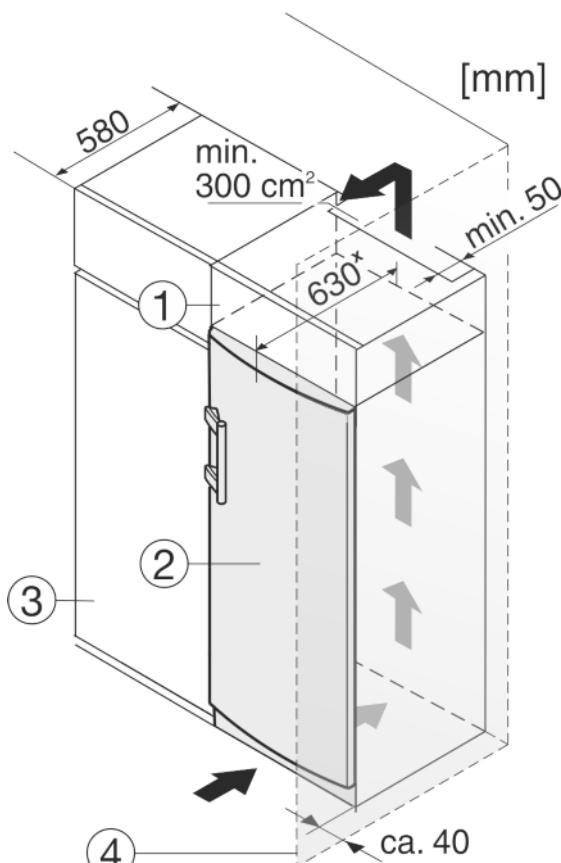

Fig. 12
(1) Дополнительный шкафчик
(2) Устройство
(3) Кухонный шкаф
(4) Стенка
Устройство может быть окружено кухонными шкафами. Чтобы уравнять устройство Fig. 12 (2) по высоте с кухонной стенкой, можно установить над устройством дополнительный шкафчик Fig. 12 (1).
При комбинировании с кухонными шкафами (глубина макс. 580 мм) устройство можно установить непосредственно рядом с кухонным шкафом Fig. 12 (3). Устройство выступает сбоку на 34 мм × и по центру на 50 мм × относительно передней стенки кухонного шкафа.
Если устройство установлено на шарнирах у стены Fig. 12 (4), то расстояние между устройством и стеной должно быть не менее 40 мм. Настолько выступает ручка при открытой дверце.